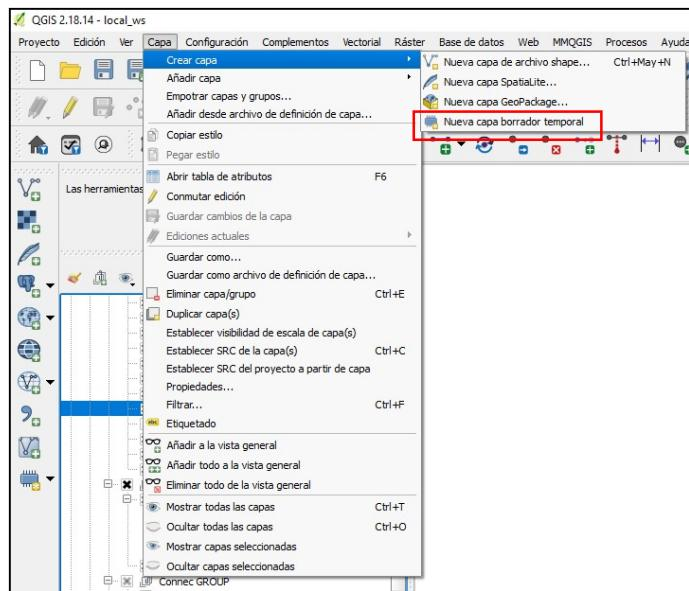

Imagen 93: Desde Capa se puede añadir una nueva capa temporal.
10. El primer paso es el de generar una nueva capa borrador temporal (Imagen 93). Esta debe ser de tipo lineal, con el mismo EPSG que nuestro proyecto. Una vez creada, ponemos la capa en edición y clicamos sobre ‘Añadir objeto espacial’.